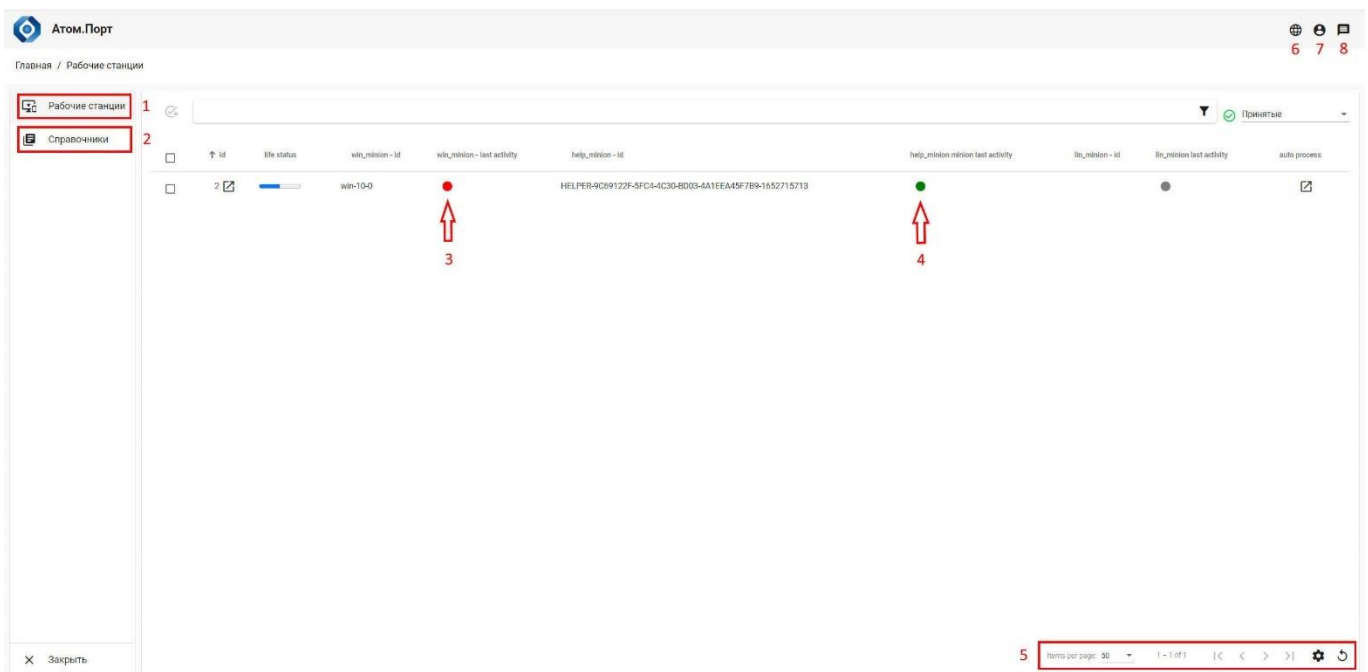

Рисунок 1 – Рабочее окно пользовательского интерфейса Системы
В окне браузера должен отобразиться пользовательский интерфейс Системы (Рисунок 1).
- «**Рабочие станции**» (Рисунок 1, поз. 1) – открывает страницу со списком рабочих станций, зарегистрированных в Системе.
- «**Справочники**» (Рисунок 1, поз. 2) – открывает страницу с конфигурационными элементами Системы.
Статус миньона отображается в виде цветного кружка: красного ● – в случае отсутствия соединения с миньоном (Рисунок 1, поз. 3), зелёного ● – в случае наличия соединения с миньоном (Рисунок 1, поз. 4), серого ● – в случае, когда миньон для данной ОС ещё не был установлен. В нижней части страницы справа размещены элементы управления отображением страницы (Рисунок 1, поз. 5).
- диалоговое окно выбора языка интерфейса Системы (Рисунок 1, поз. 6);
- диалоговое окно управления профилем активного пользователя Системы (Рисунок 1, поз. 7);
- страницу системных сообщений (Рисунок 1, поз. 8).